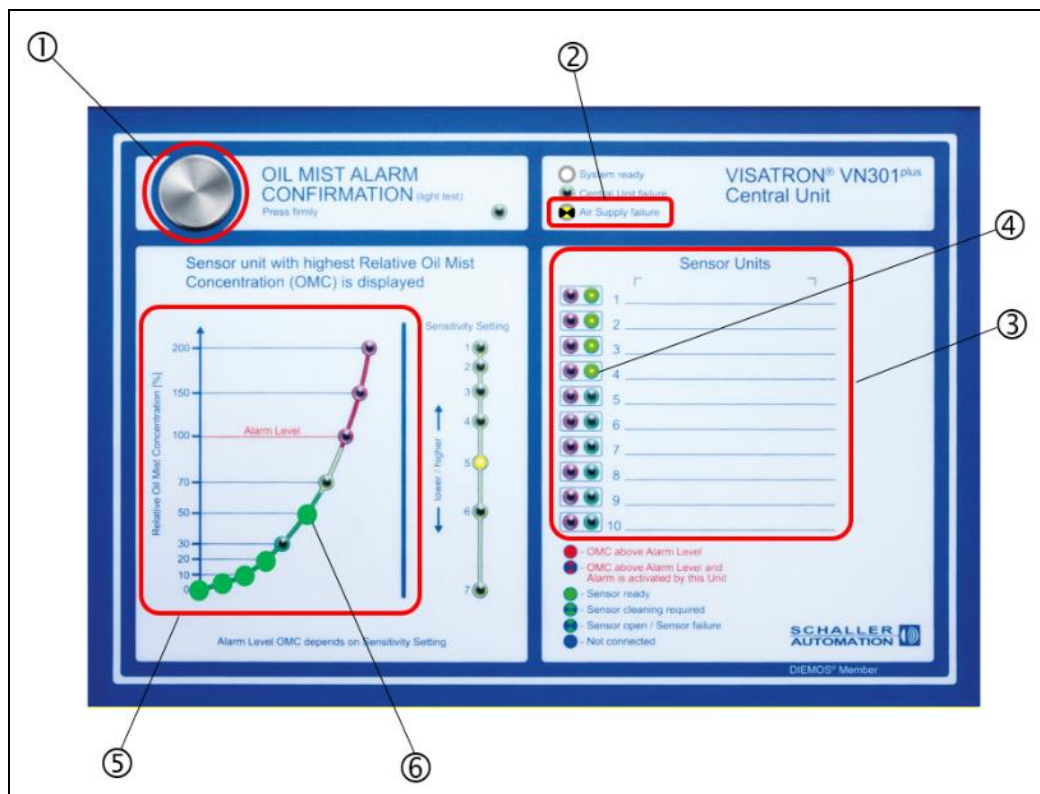

Fig. : 74 : Unité centrale VN301^{plus} : réglage de la pression d'alimentation
- Appuyer une nouvelle fois sur le bouton de confirmation de l'alarme de brouillard d'huile. [①]
- Le mode d'affichage « Pression d'alimentation » est indiqué par le clignotement du voyant LED « Air Supply failure » [②] (défaut d'alimentation en air).
- Le niveau actuel de la pression d'alimentation s'affiche alors dans le graphique CBH sur le côté gauche. [⑤]
- La pression nominale de 2,5 bars est indiquée en permanence par le voyant LED 50 % CBH [⑥].
- Si la pression d'alimentation de 2,5 bars n'est pas atteinte, la LED 50 % CBH [⑥] clignote conformément à l'illustration. Dans cet exemple, la pression d'alimentation est de seulement 2 bars et doit donc être ajustée.
- Régler la pression d'alimentation à 2,5 bars à l'aide de l'unité de régulation de pression [①] conformément à la figure 74 :
- Déverrouiller le capuchon de réglage bleu [②] du régulateur de pression en le poussant vers le haut.
- Tourner le capuchon de réglage bleu [②] dans le sens inverse des aiguilles d'une montre pour réduire la pression et dans le sens des aiguilles d'une montre pour augmenter la pression.
- Appuyer à nouveau sur le capuchon de réglage bleu [②] du régulateur de pression pour le verrouiller.